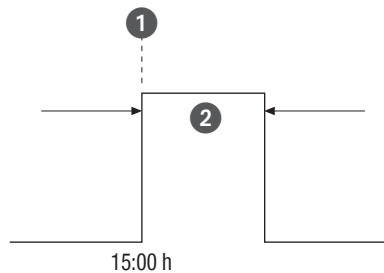

Abb. 30: Impulsschaltung
- (Abb. 30/①) Startzeit
- (Abb. 30/②) Dauer = Schaltung EIN